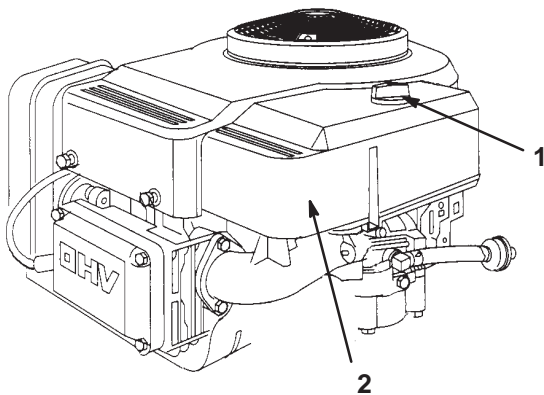

Bild 18
3. Reinigen Sie den Bereich um den Luftfilter herum, um zu verhindern, dass Schmutz in den Motor fällt und Schäden verursacht. Schrauben Sie die Verschluss-schraube los und entfernen die Luftfilterabdeckung (Bild 18).
3. Bringen Sie die Luftfilterabdeckung und Verschluss-schraube an (Bild 18). Ziehen Sie die Schraube gut fest.